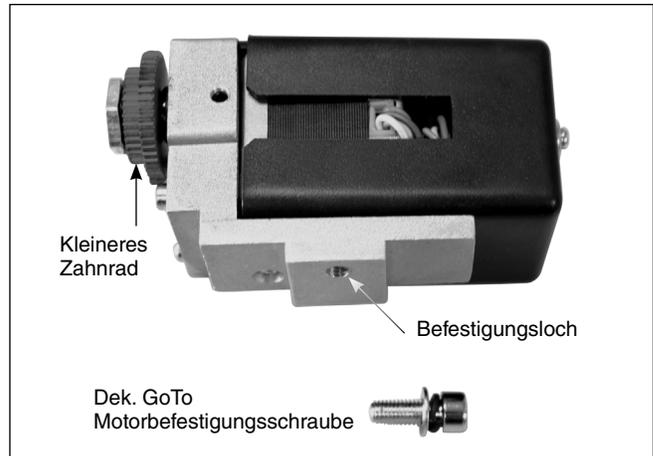
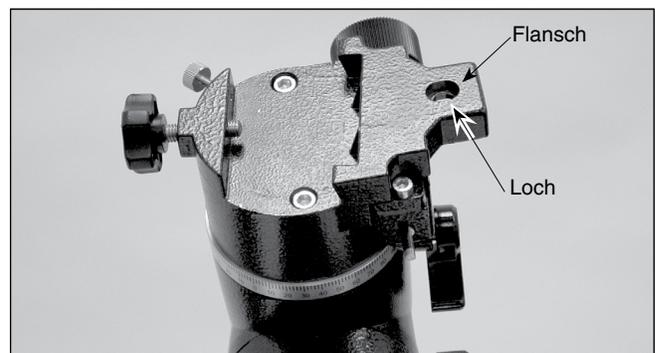
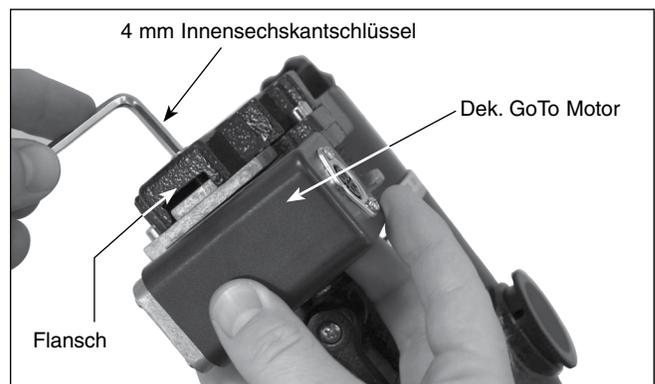

Abbildung 10. Die Dek. GoTo Motorbaugruppe
Abbildung 11. Die Lage des Flansches an der Halterung
Abbildung 12. Anbringen des Dek. GoTo Motors
3. Die dek. GoTo-Motorengruppe kann durch seinen schwarzen, rechteckigen Körper identifiziert werden (**Abbildung 10**). Es ist auf der parallaktischen Montierung mit der dek. GoTo-Motorbefestigungsschraube angebracht, die durch das Loch im Flansch an der Oberseite der Montierung führt (**Abbildung 11**). Die Motoranordnung wird so angebracht, dass sie ausgerichtet ist, wie in **Abbildung 12** gezeigt. Halten Sie die Motoreinheit so, dass das Gewindeloch mit dem Loch an der Oberseite der Montierung übereinstimmt. Setzen Sie die Sicherungsscheibe und dann eine Unterlegscheibe auf die dek. GoTo Motorbefestigungsschraube. Verwenden Sie den 4 mm Innensechskantschlüssel, um die Befestigungsschraube in das Befestigungsloch der Motorgruppe einzuschrauben, bis sie sicher sitzt; ziehen Sie aber nicht zu fest an.